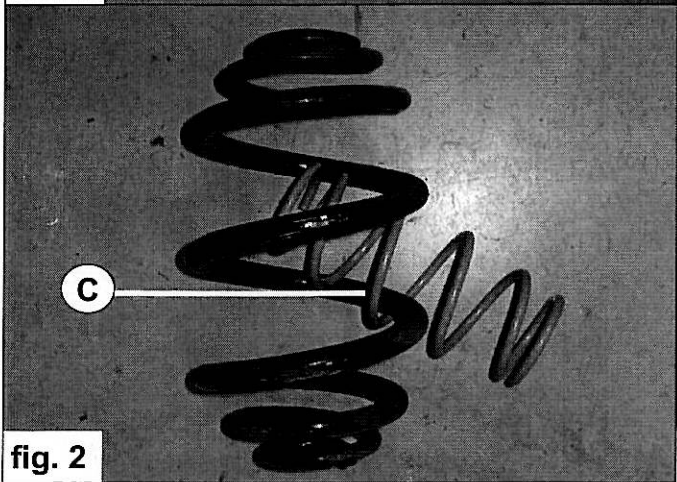

fig. 2
2. Introduisez le ressort auxiliaire **C** dans le ressort principal par un mouvement tournant. Cf. fig.2.
2. Passa in hjälpfjädrarna i huvudfjädrarna **C** igenom lindningarna på huvudfjädrarna. Se fig. 2.